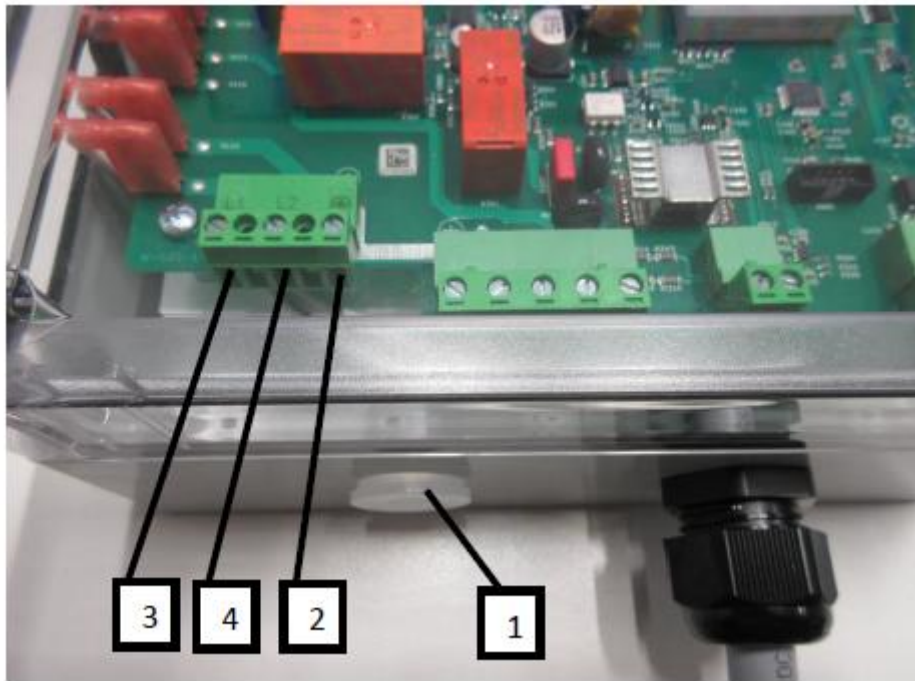

Fig. 6: Raccordement électrique sur la boîte
- Connecter le boîtier à la source d'alimentation (Fig. 6, position 1). Diamètre du trou Ø22.2 (G1/2").
- Connecter la prise de terre en premier à l'aide des fils verts et jaunes. (Fig. 6, item 2).